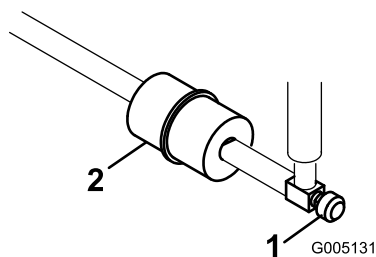

Figura 36
Il filtro del carburante in linea si trova nella linea del carburante tra il serbatoio del carburante e il carburatore (Figura 36).
1. Chiudete la valvola di intercettazione del carburante (Figura 36).
2. Posizionate una bacinella di spurgo sotto il filtro, allentate la fascetta stringitubo sul lato del carburatore del filtro e rimuovete la linea del carburante dal filtro (Figura 36).
3. Allentate l'altra fascetta stringitubo e rimuovete il filtro (Figura 36).